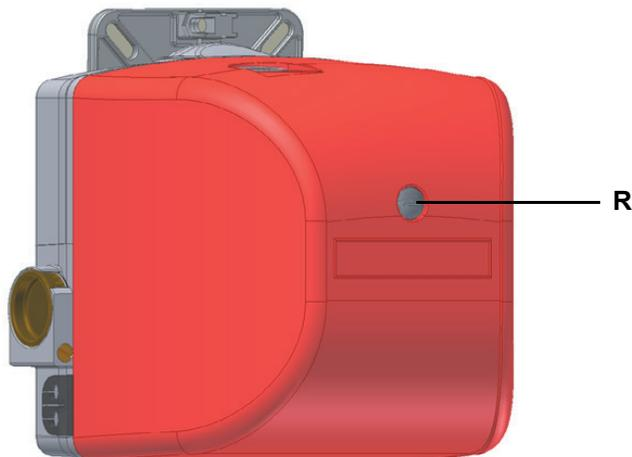

Рис. 15
- 2 запустить горелку, установив на **ON** главный выключатель **A** котла: в случае блокировки нажать кнопку **RESET (C)**, находящуюся на крышке горелки (См. Рис. 15);